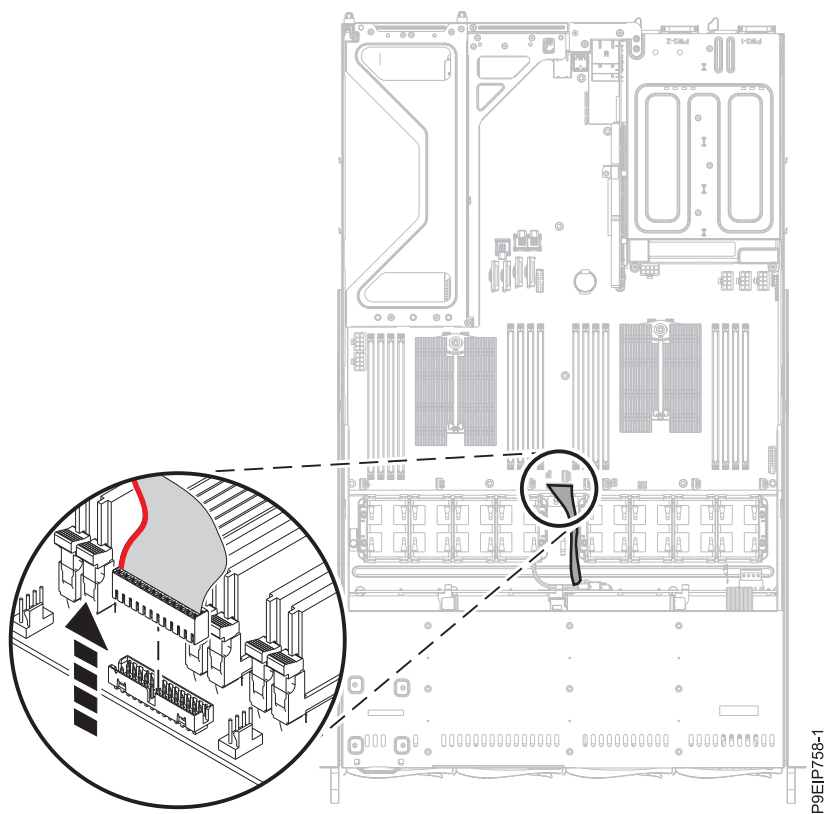

Figura 36. Removendo o cabo do painel do operador
8. Remova o cabo do painel do operador do painel traseiro do sistema conforme mostrado na Figura 36 na página 38.